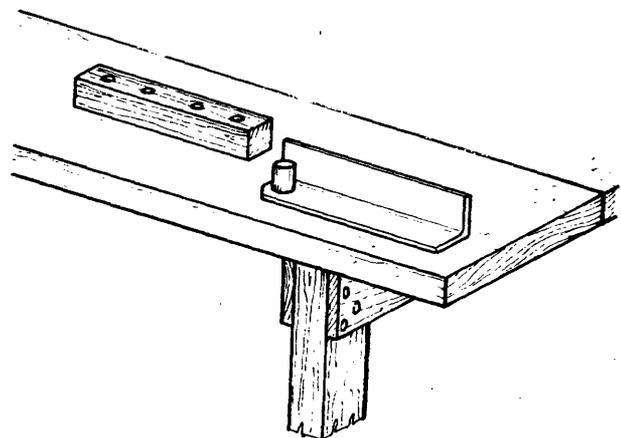

Fig. 6
- c) El ángulo tiene una perforación que permite acoplarlo al equipo (fig. 6).